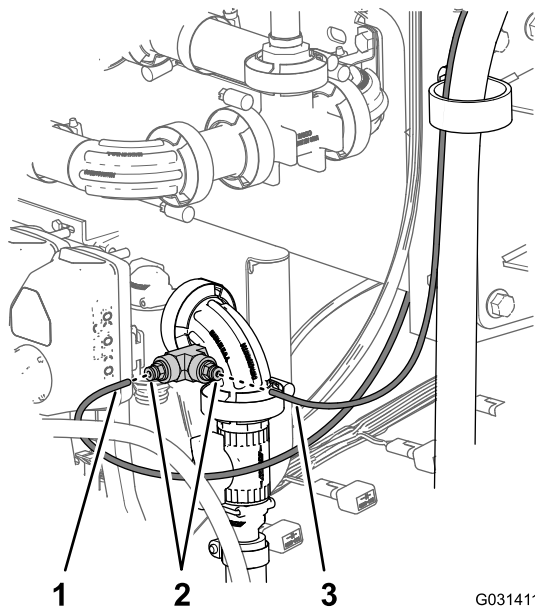

Рисунок 186
4. Вставьте конец трубки датчика давления для манометра на приборной панели в соединительную муфту трубки до полной посадки трубки в муфте (Рисунок 186).
5. Вставьте конец трубки датчика давления для манометра шлангового барабана в соединительную муфту трубки до полной посадки трубки в муфте (**Рисунок 186**).